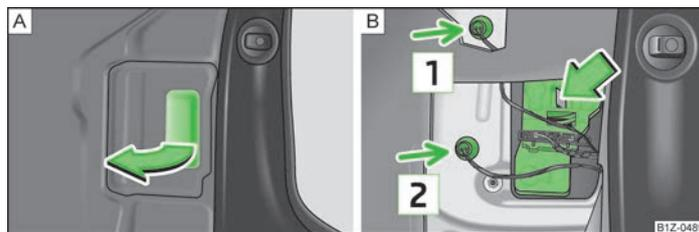

Fig. 169 Maletero: Desmontaje del soporte de lámpara/Desmontaje del soporte de lámpara
- Abrir la cubierta del soporte de lámpara » fig. 169 - [A].
- Presionar la pestaña de enclavamiento en el sentido de la flecha y retirar el soporte de lámpara » fig. 169 - [B].